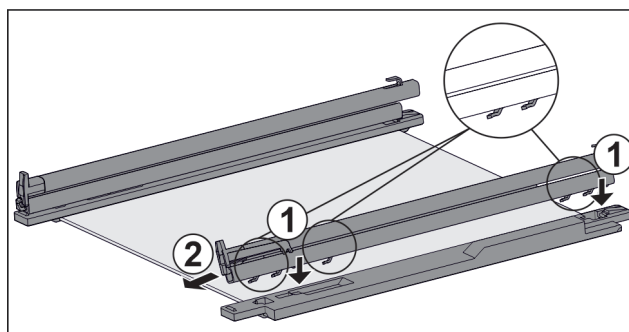

Fig. 138 Ripiano in vetro con guide e fermi
- ▶ Inserire il gancio della guida sulle aperture del **gancio** sinistro. Fig. 138 (1)
- ▶ Tirare la guida in avanti. Fig. 138 (2)
- ▶ Inserire il gancio della guida nelle aperture del **gancio** destro. Fig. 138 (1)